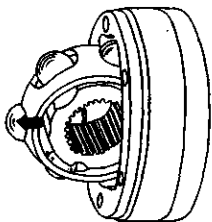

图 3-170 取出钢球
2) 转动内星轮与球笼, 按图 3-170 中箭头所示方向压出球笼里的钢球。注意: 内星轮与壳体是一起选配的, 不能互换。